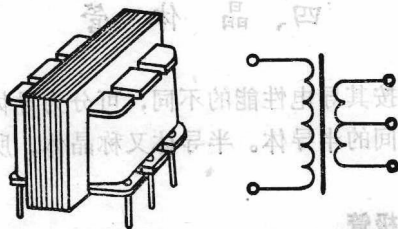

图1-11 输入、输出变压器的外形及符号
(4)输入、输出变压器：此种变压器使用在低频放大电路中，其外形和在电路中的符号如图1-11所示，文字符号用B表示。输入、输出变压器在收音机电路中起低频信号的耦合、倒相、阻抗匹配等作用。